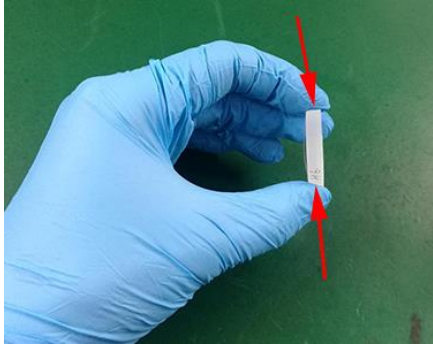

图 7.2
(2)将无尘布置于光学部件上，并滴上 2 至 3 滴镜片清洁剂，如图 7.2 所示。